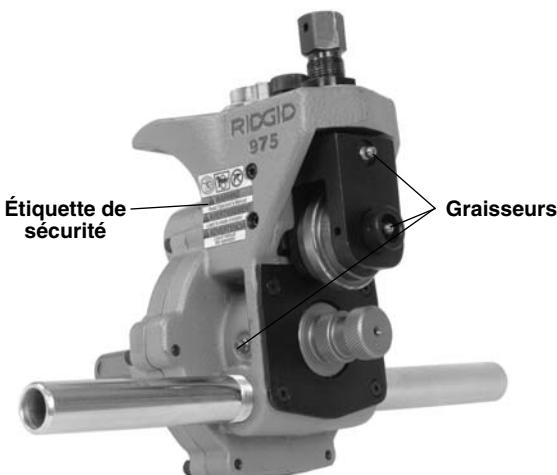

Figure 2 – Étiquette de sécurité de la rainureuse à galets mixte n° 975
- Assurez-vous de la présence et de la bonne fixation de l'étiquette de sécurité. Reportez-vous à la Figure 2 pour l'emplacement de l'étiquette de sécurité.